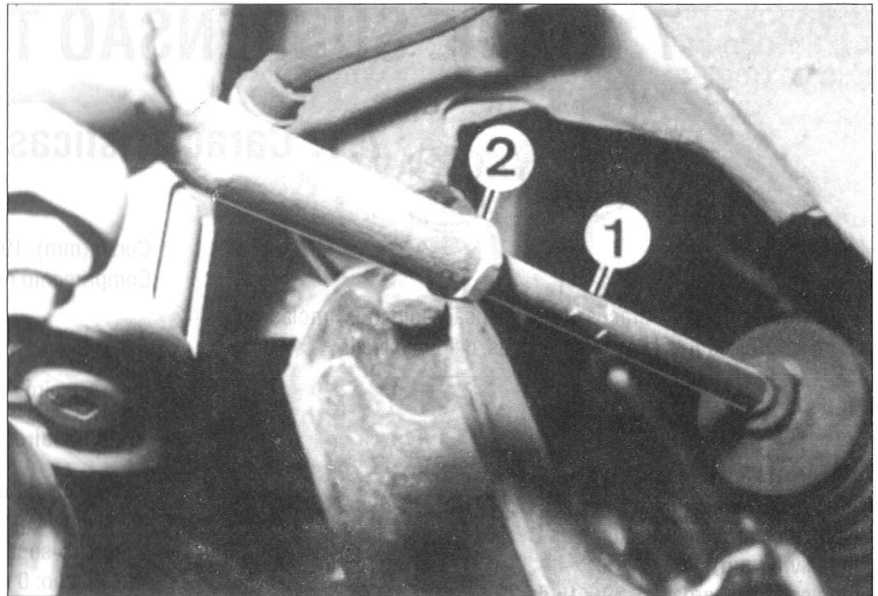

Fig. 72
- Em caso de valor incorrecto, desapertar a porca de blocagem e actuar no tirante da direcção, apertando ou desapertando, até obter o valor especificado, sem modificar a linha direita dos raios do volante (Fig. 72).